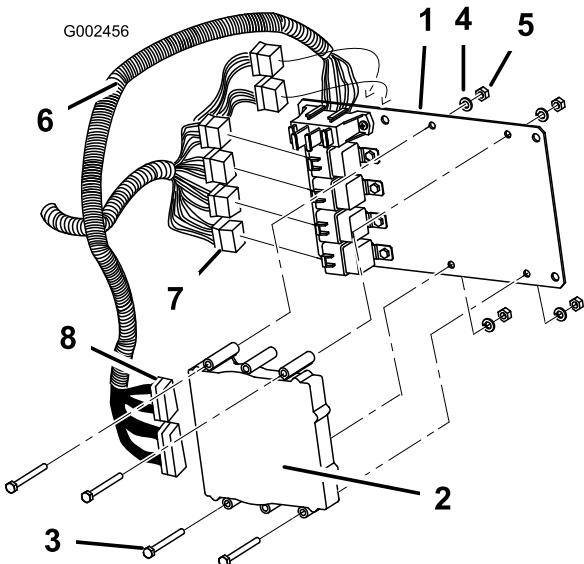

Figure 8
5. Fixez l'ECU à la plaque de montage (Figure 8) à l'aide de 4 boulons (1/4 x 2-1/2"), 4 rondelles de blocage (1/4 pouce) et 4 écrous (1/4 pouce).
6. Connectez les fils de relais du faisceau de câblage aux 6 relais sur la plaque de montage (Figure 8).
7. Connectez les 2 fils du module de commande (un long et un court) du faisceau de câblage à l'ECU (Figure 8).